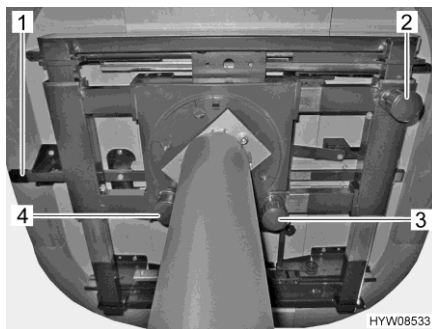
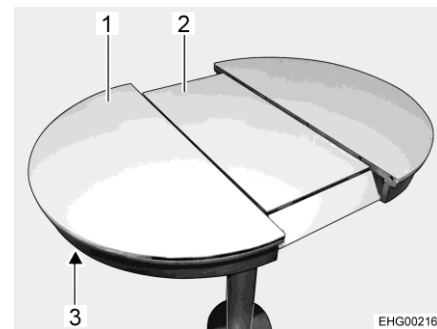

Bild 94 Inställningsmöjligheter för bordet
Bild 95 Förstora bordsskiva
- Tryck ned knappen (Bild 94,3) och håll kvar den.
- Tryck ned knappen (Bild 94,2) och håll kvar den.
- Dra knappen (Bild 94,4) på låset nedåt.
- Tryck frigöringen (Bild 94,1 och Bild 95,3) uppåt.
- Dra i bordsskivan (Bild 95,1) tills mittdelen (Bild 95,2) kommer upp till bordsskivans höjd.
- Tryck frigöringen (Bild 95,3) uppåt.
- Dra i bordsskivan (Bild 95,1) tills mittdelen (Bild 95,2) frigörs.